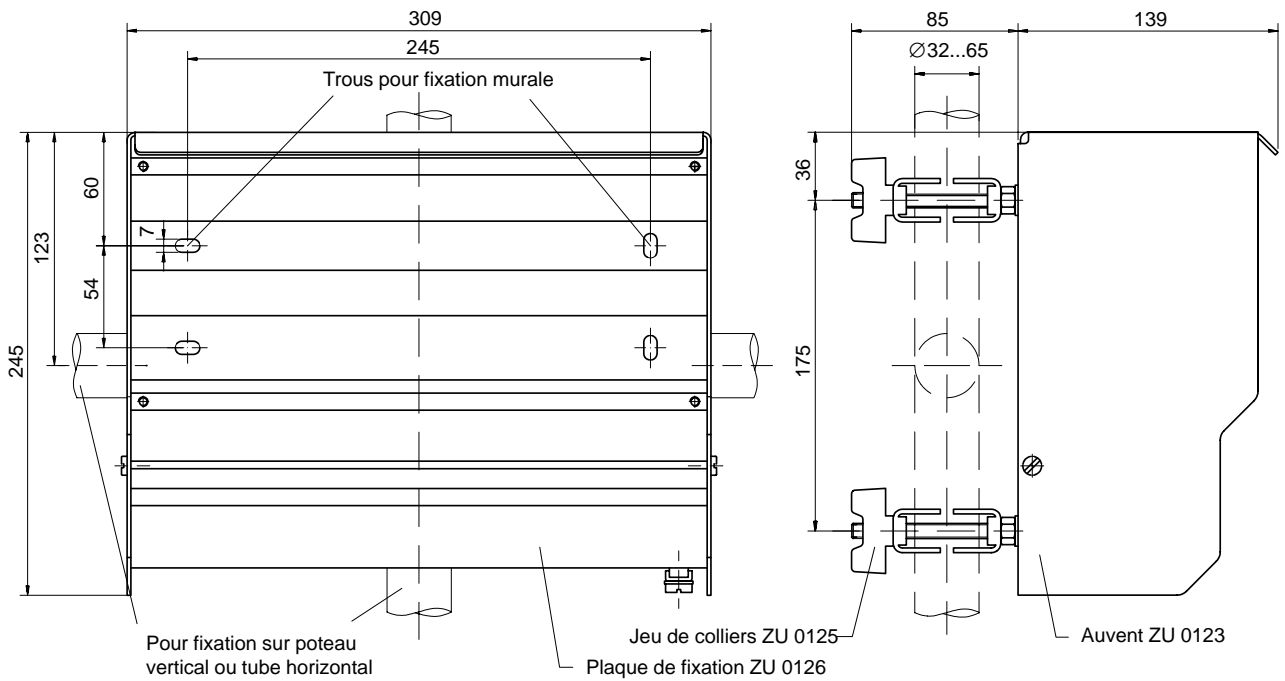

Fig. 10-2 Dessin d'encombrement de la plaque de fixation ZU 0126 et de l'auvent protecteur ZU 0123
- La plaque de fixation ZU 0126 et le jeu de colliers ZU 0125 permettent de fixer l'appareil à un poteau, dessin d'encombrement voir fig. 10-2.
- L'auvent protecteur ZU 0123 offre une protection supplémentaire contre les intempéries et les dommages mécaniques, dessin d'encombrement voir fig. 10-2.